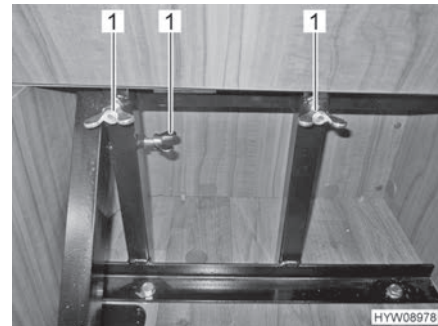

Bild 30 Stecksitz mit Flügelmuttern sichern
- Stecksitz mit Flügelmuttern (Bild 30,1) sichern.